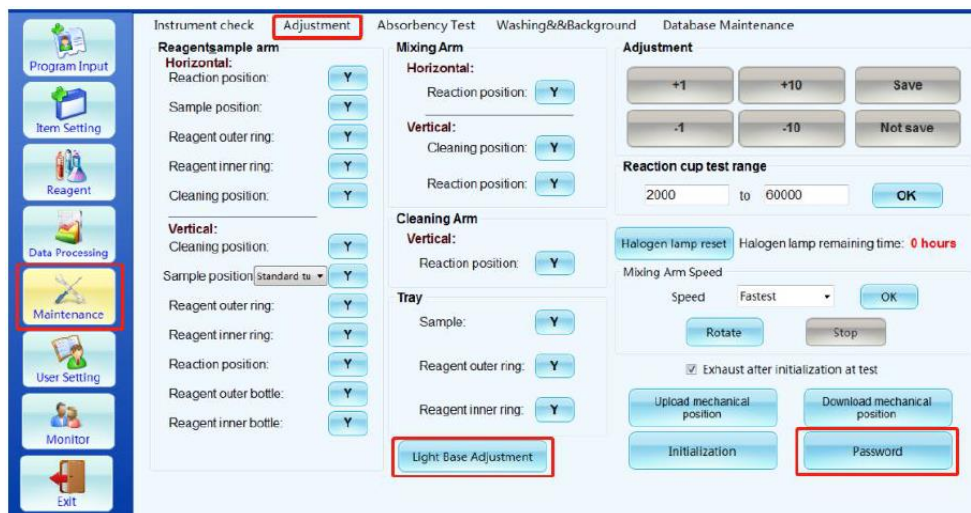
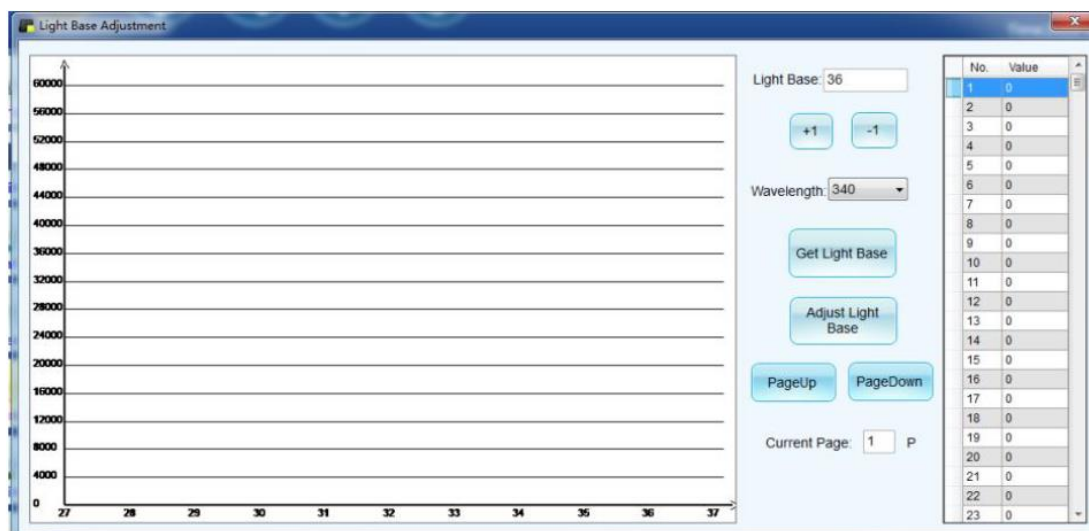

Figura 8-18 Interface de base de luz
Figura 8-19 Interface de base de luz
Passo 1: Na interface da figura 8-18, clique em [Manutenção] → [Ajuste] → [Senha], insira a senha “666666”, clique em [Ajuste de base de luz] para inserir a interface, como na figura 8-19.